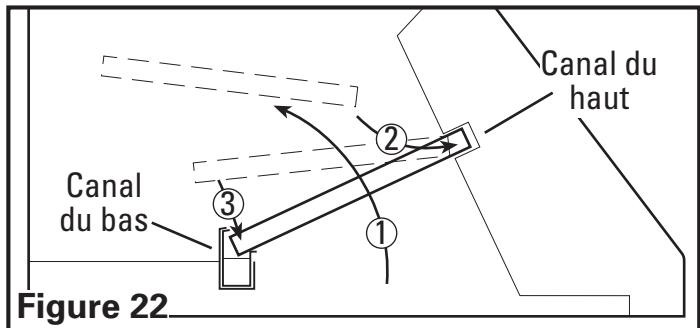

Figure 22
3. Installer les filtres déflecteurs avec les barres d'espacement qui sont requises en insérant le dessus du filtre dans le canal du haut de la hotte, puis glisser le bas du filtre dans le canal du bas. Les filtres ont un sens pour le haut et le bas. Le bas sur le filtre aura des petits trous pour le drainage. Ces trous doivent faire face vers le bas en direction du dalot à graisse pour être efficaces. Dans les modèles avec espaces, il est plus facile d'installer le(s) espaceur(s) d'abord et les filtres à graisse en dernier (Figure 22).